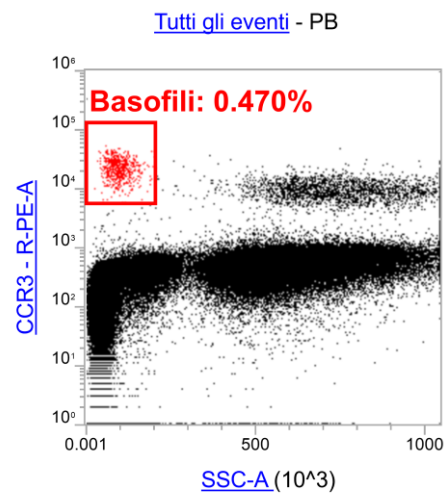

Figura 2: Selezione delle cellule basofili CCR3^{pos} / SSC^{low}
2. Creare il dot plot 2 come CCR3-PE vs Side Scatter come illustrato in Figura 2. Impostare un gate (es. basofili) che include l'intera popolazione di basofili come CCR3^{pos} e SSC^{low} come illustrato dal gate rettangolare in Figura 2. Gli eosinofili, che producono anch'essi segnale CCR3^{pos}, devono essere esclusi in base al segnale SSC alto.
Acquisire 500 o più basofili per ciascuna provetta di stimolazione (classificate come illustrato nel dot plot 2, Figura 2 di seguito). Se si acquisisce un numero di basofili inferiore a 300 (es. in caso di basopenia), non è possibile effettuare una valutazione dei risultati del test.